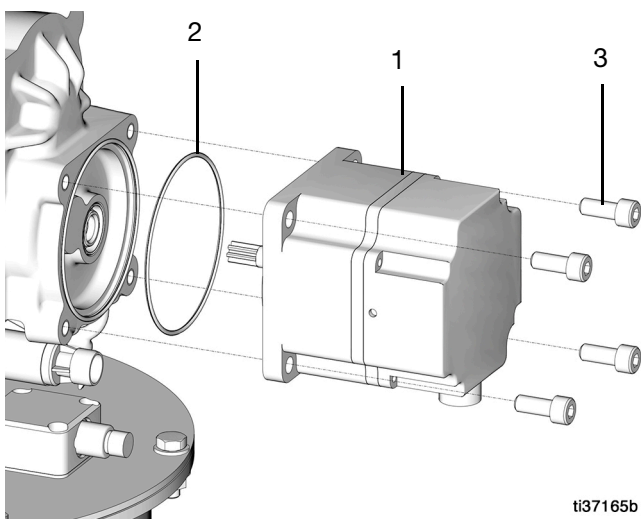

图 25
3. 松开并卸下将马达 (1) 固定在泵上的四个螺栓 (3)，然后卸下马达 (1) 和 O 形圈 (2) (图 25)。